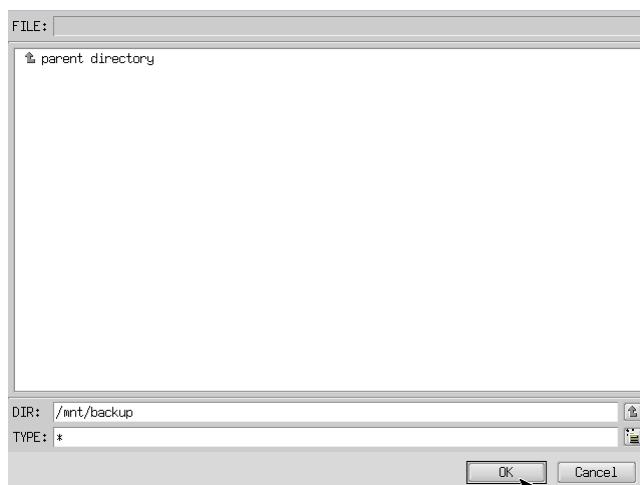

図 5-3-4. フォルダ参照画面
- ⑥ フォルダ参照画面（図 5-3-4）が表示されます。②で接続したパーティションは、/mnt にマウントされま